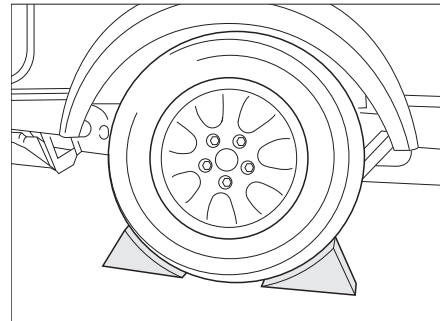

Bild 172 Fahrzeug sichern
- Bremsklötze oder ähnliche geeignete Gegenstände am gegenüberliegenden Rad unterlegen, um das Fahrzeug zu sichern (Bild 172).